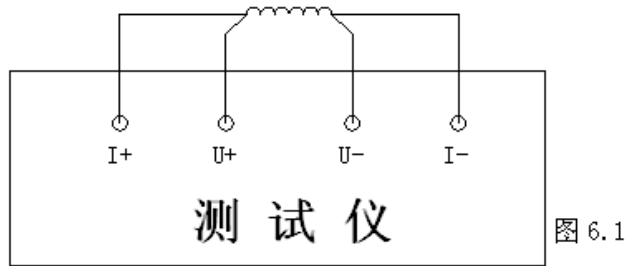

图 6.1
6.1 变压器绕组的直流电阻试验典型接线，如图 6.1 所示：